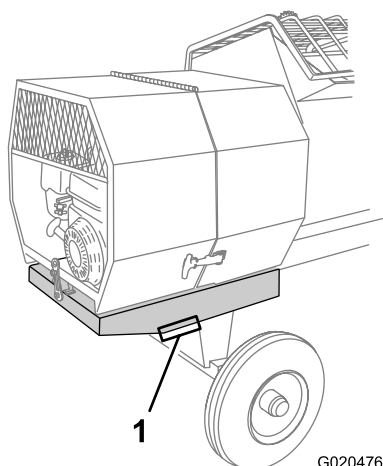

Figura 21
3. Coloque un soporte fijo en cada punto de apoyo de la extensión del bastidor trasero (Figura 21).